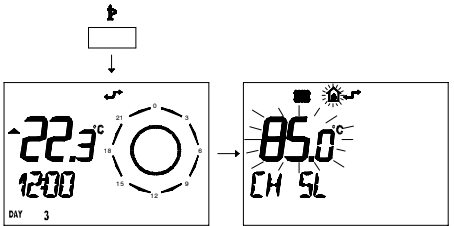

fig. 7.4
- 8 Premere per più di 3 secondi il pulsante  per entrare in modalità **NFO**. (fig. 7.4)